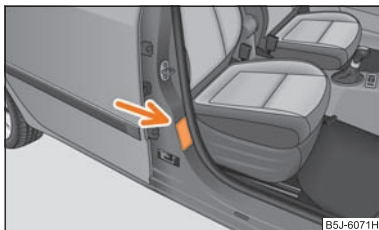

Fig. 122 Autocolant pe stâlpul central al ușilor, partea pasagerului din față
- Asupra acestui aspect atenționează și autocolantul amplasat pe partea dreaptă, pe stâlpul central al ușilor ⇒ fig. 122. Eticheta poate fi observată după deschiderea ușii pasagerului din dreapta. În unele țări, eticheta este lipită și pe parasolarul pasagerului din față.